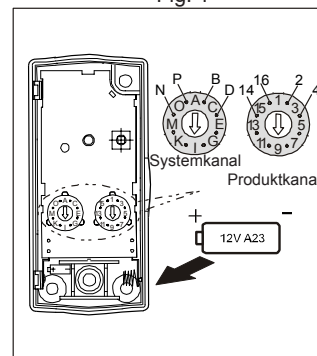

Fig. 2
2. Indstil kanal valg med en skrue-trækker. Fig. 2.